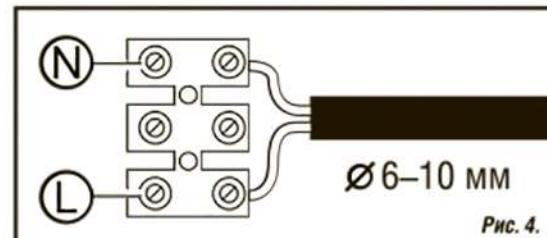

Рис. 4.
- Поверните зажимную гайку гермоввода (1) против часовой стрелки и выдвиньте боковую часть (2) с клеммной колодкой.
- Ведите сетевой кабель через гермоввод (3), пропустите его через зажимную колодку (4) и закрутите прижимные винты до плотной фиксации сетевого кабеля.
- Подключите сетевой кабель к клеммной колодке (5) в соответствии с указанной маркировкой клеммы L, N, как показано на Рис. 4.
- Задвиньте боковую часть (2) с клеммной колодкой вплотную к корпусу, убедитесь, что специальные выступы зажимной гайки совпали со специальными пазами на корпусе светильника и поверните зажимную гайку гермоввода (1) по часовой стрелке. Убедитесь, что гайка плотно прилегает к корпусу. Степень защиты IP65 обеспечивается только при использовании кабеля с внешним диаметром от 6 до 10 мм.